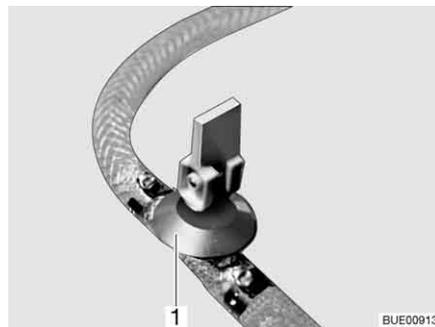
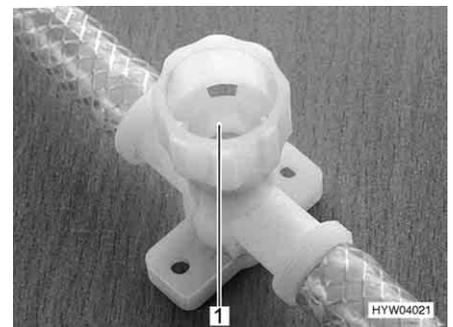

Fig. 158 Rubinetto di scarico (con leva a bilancere)
Fig. 159 Rubinetto di scarico (con tappo a vite)
- Aprire tutti i rubinetti di scarico. Mettere la leva a bilanciere del rubinetto di scarico (Fig. 158,1) in posizione verticale o chiudere il coperchio del rubinetto di scarico (Fig. 159,1) in senso antiorario.